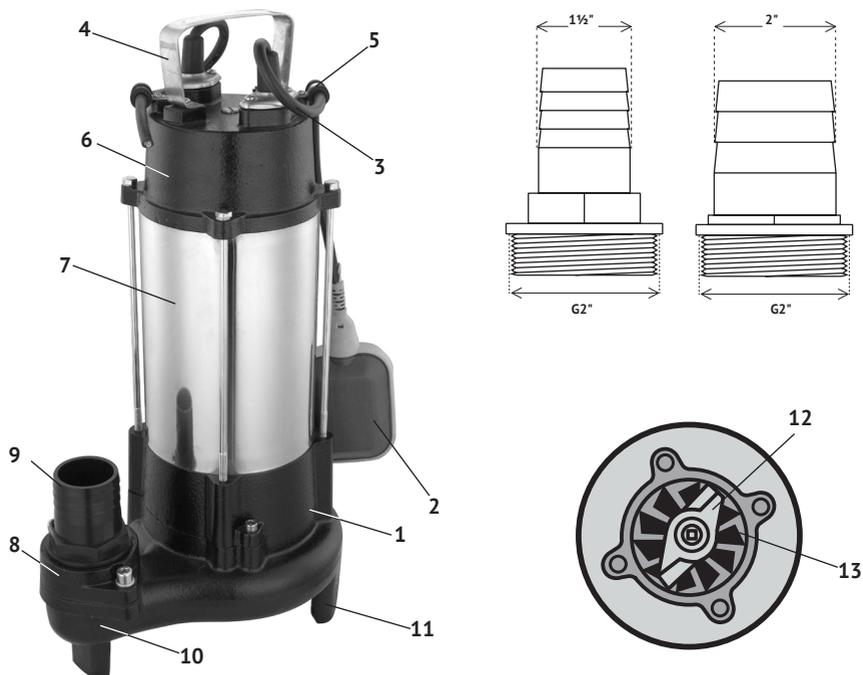

рис. 1
2.3 Общий вид насоса представлен на рис.1
2.4 Корпус двигателя (рис.1 поз.7) из нержавеющей стали, закреплён между чугунными: корпусом насоса (рис.1 поз.1) и крышкой корпуса двигателя (рис.1 поз.6). Такая конструкция обеспечивает долговечность эксплуатации насоса. Насос подключается к сети кабелем питания со штепсельной вилкой с заземляющим контактом. Насос начинает
Рабочее положение насоса - вертикальное, с полным погружением в воду. Измельчающий механизм насоса состоит их 2-х элементов: массивный двухлопастной радиальный нож (рис.1 поз.12) и плата ножа (рис.1 поз.13) с острыми кромками водопропускных отверстий. Такая конструкция способствует более тщательному (эффект тёрки) измельчению посторонних включений. Переходной штуцер (рис.1 поз.9) имеет соединение «ёлочка», для подключения шланга напорной магистрали. При подключении трубы всасывающей линии к резьбе выходного фланца, необходимо тщательно загерметизировать резьбовое соединение.
4.2 Вкрутить в выходной фланец (рис.1 поз.8) переходной штуцер (рис.1 поз.9). Смонтировать и присоединить к выходному штуцеру) шланг всасывающей магистрали (или вкрутить трубу во фланец).
4.4 Для установки других пределов регулировки, следует изменить вылет поплавка относительно места крепления (рис.1 поз.5) его кабеля (рис.1 поз.3) на крышке корпуса двигателя (рис.1 поз.6). Проверьте, что уровень воды в пределах поля регулирования по отношению к перекачиваемому объёму, не потребует от насоса 30-ти и более выключений в час. Частые коммутации выключателя сокращают срок службы насоса.
4.5 Привяжите верёвку (трос) к ручке (рис.1 поз.4) насоса. Кабель питания можно за-
5.4 Насос может быть установлен ножками (рис.1 поз.7) на дно ёмкости (приямка), если